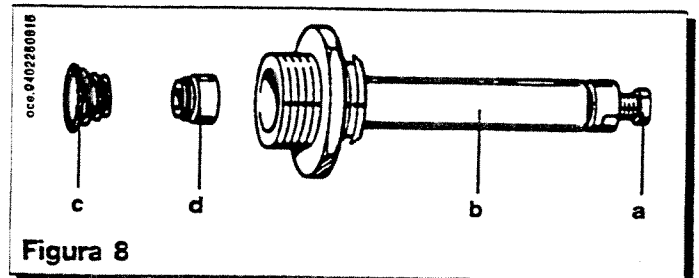

Figura 8
- * sostituire la molla avendo cura di posizionarla correttamente (figura 8);
- * avvitare a fondo, senza forzare, la vite nera (a) al canotto (b) (figura 8 a pagina 21);
- * aprire il rubinetto gas e ruotare la manopola (3) predisponendo la caldaia in posizione Estate (☀️);
- * svitare la vite nera (a) di figura 8 a pagina 21 fino a raggiungere il valore di pressione corrispondente alla potenza ridotta vedi tabella 1 a pagina 23.